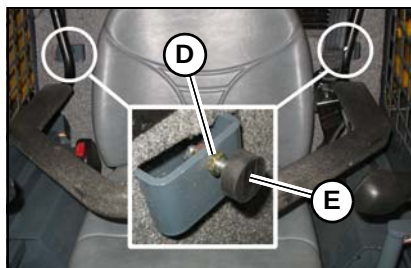

Figura 8 – Ajuste de la posición de la barra de seguridad bajada
Afloje la contratuerca (D, Figura 8), y gire el tope de goma (E) hacia dentro o hacia fuera a la posición deseada. Apriete la contratuerca (D) para bloquear el tope de goma (E) en la posición adecuada.